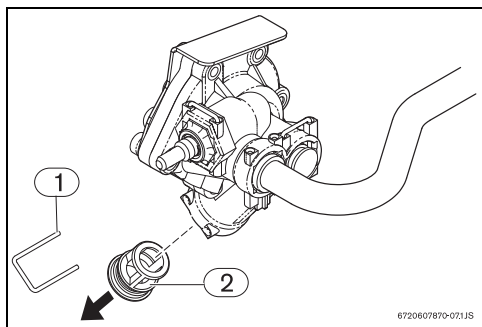

Fig. 8 Purga
- ▶ Retirar o freio de fixação (Fig. 8, [1]) do casquilho do filtro situado no automático de água.
- ▶ Retirar o casquilho do filtro (Fig. 8, [2]) do automático de água.